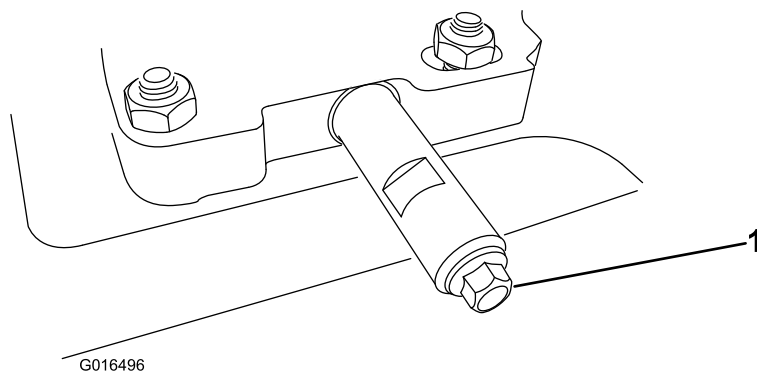

Рисунок 33
- Очистите поверхность вокруг пробки для слива масла (Рисунок 33).